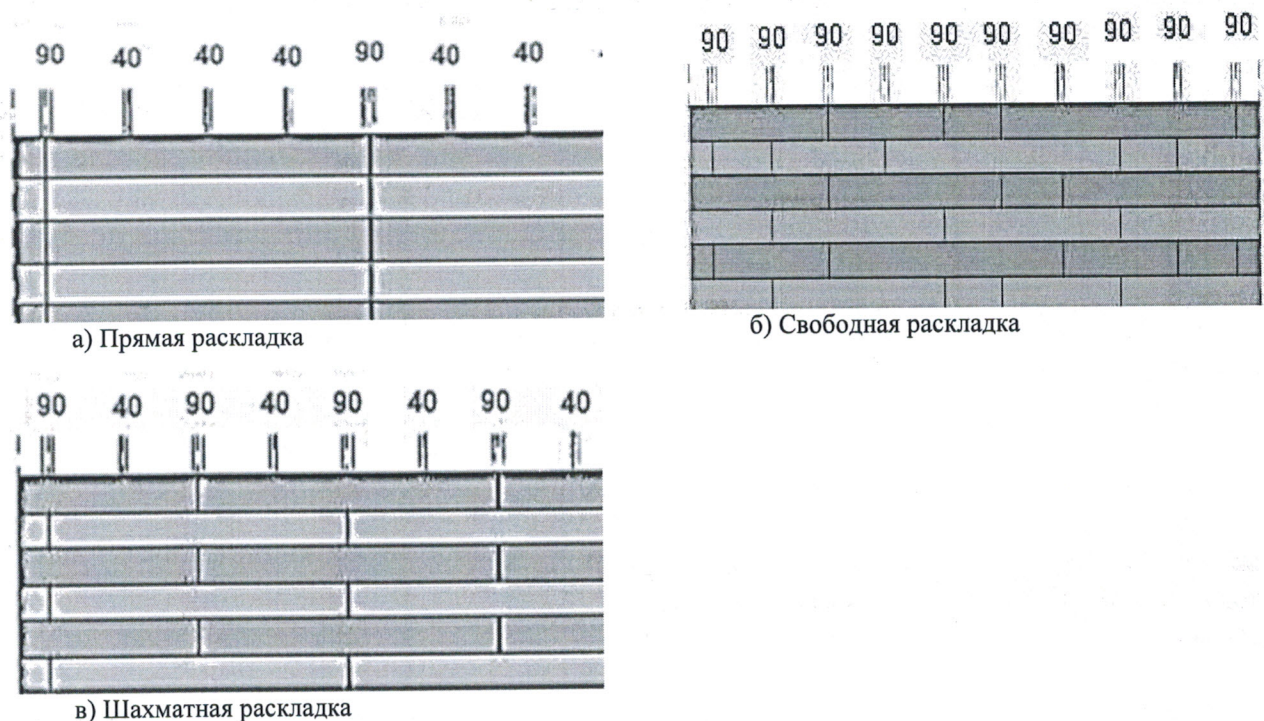

Рисунок 3
6.2.2. Толщина брусков вертикальной обрешетки должна быть не менее 40 мм. Ширина рядового бруска вертикальной обрешетки должна быть не менее 40 мм. В местах стыковки сайдинга используется вертикальный брусок шириной не менее 90 мм (рисунок 3), защищенный герметизирующей лентой EPDM (рисунок 6, поз.7).